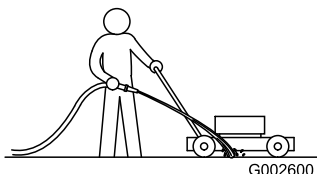

Figure 28
1. Mettez le moteur en marche après avoir amené la machine sur une surface revêtue plane et dirigez un jet d'eau devant la roue arrière **droite** (Figure 28).